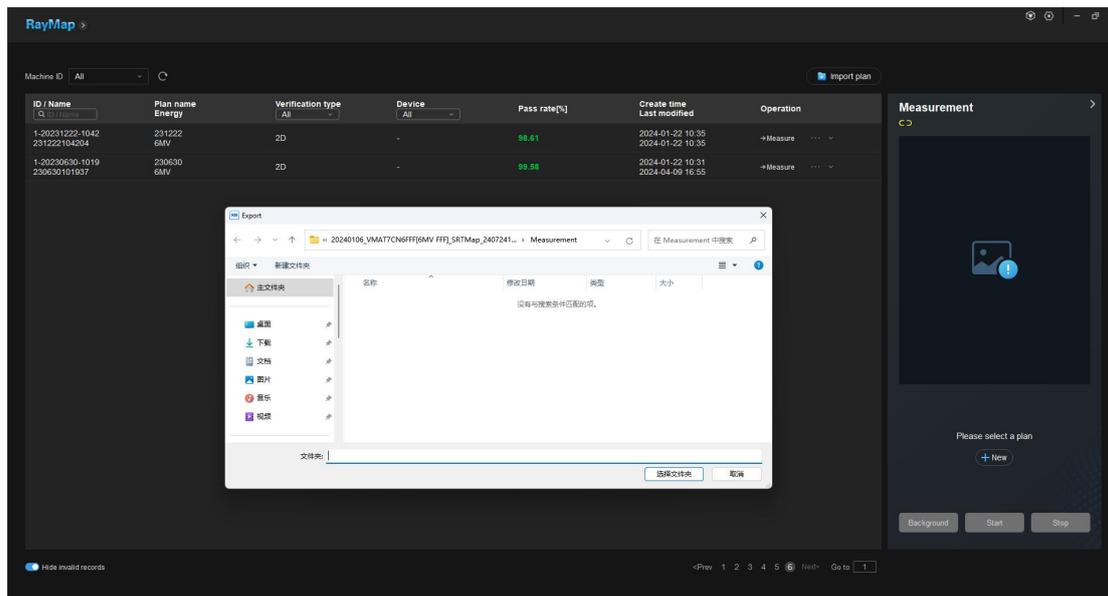

图4-13 Dicom export窗口
(2) 点击菜单中的“Dicom export”，将弹出以下窗口，如图4-13所示